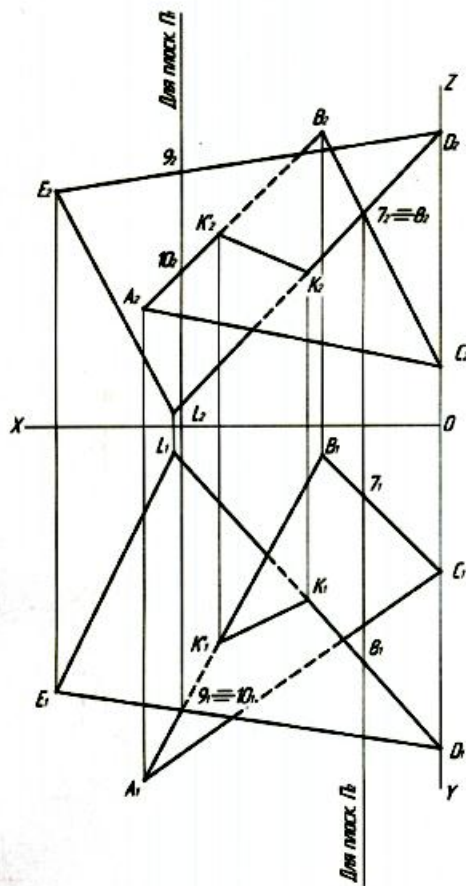

Рис. 5. Определение видимости сторон треугольников  $(ABC)$  и  $(DEL)$
5. Определить видимость сторон треугольников  $(ABC)$  и  $(DEL)$  (рис. 5).